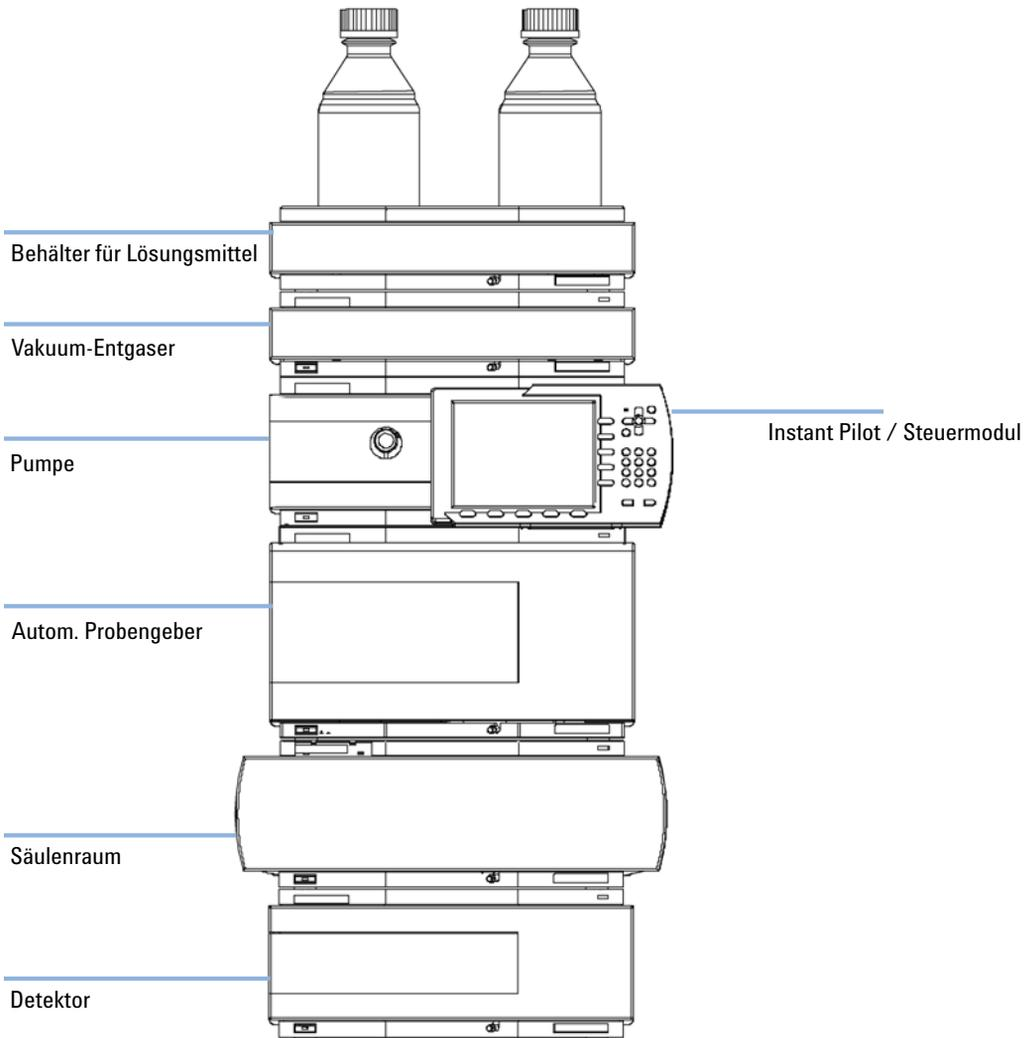

Abbildung 5 Empfohlene Geräteanordnung (Vorderansicht)
- 1 Stellen Sie die einzelnen Module in die Gerätetürme wie in Abbildung 5 auf Seite 33 dargestellt.
- 1 Stellen Sie die Module in den Geräteturm wie in Abbildung 5 auf Seite 33 dargestellt.